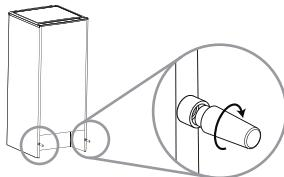

Fig.2
- 2** Indien aanwezig, installeer de wand spacer in een centrale positie aan de achterzijde van het apparaat.(fig. 2)